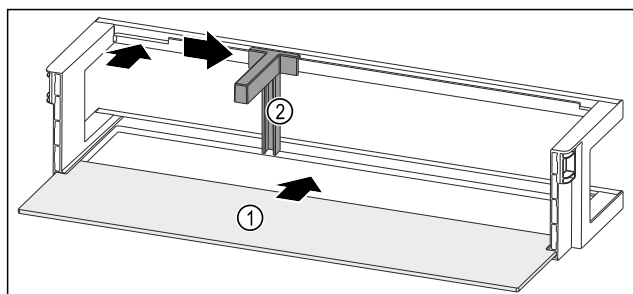

Fig. 232 Dveřní přihrádka s odkládací plochou
- ▶ Odkládací plochu Fig. 232 (1) zasuňte do bočních vybrání.
- ▶ Držák lahví Fig. 232 (2) vložte do vybrání.
- ▶ Držák lahví Fig. 232 (2) posuňte na stranu do požadované polohy.